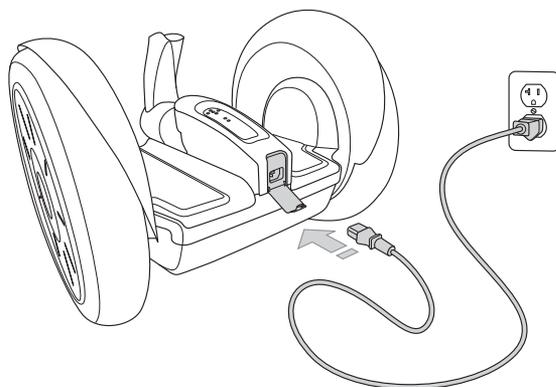

Figure 21. Branchement du cordon d'alimentation dans la prise de charge
4. Branchez une extrémité du cordon d'alimentation (fourni avec votre Segway TP) dans une prise secteur mise à la terre (100 à 240 V ; 50 ou 60 Hz). Le cordon d'alimentation doit être correctement mis à la terre (voir la **Figure 21**).